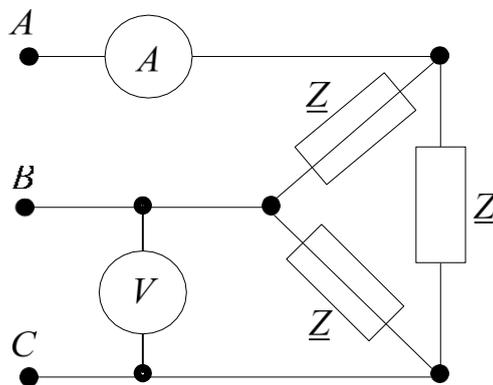

Рис. 3.1. Расчетная схема
**Задача 3.1.** К симметричному трехфазному генератору с линейным напряжением, измеряемым вольтметром  $\dot{U}_л = 127$  В подключена симметричная нагрузка  $\underline{Z} = 10 \cdot e^{j30^\circ}$ , Ом, соединенная треугольником (рис. 3.1). Определить ток амперметра.
**Задача 3.3.** В симметричной трехфазной цепи (рис. 3.1) с активной нагрузкой известно линейное напряжение  $U_{\text{л}} = 100 \text{ В}$  и сопротивление каждой фазы  $\underline{Z} = (5 + j8,66)$ , Ом. Показание второго ваттметра. Определить показания первого  $W_1$  и второго  $W_2$  ваттметров, полную мощность цепи.